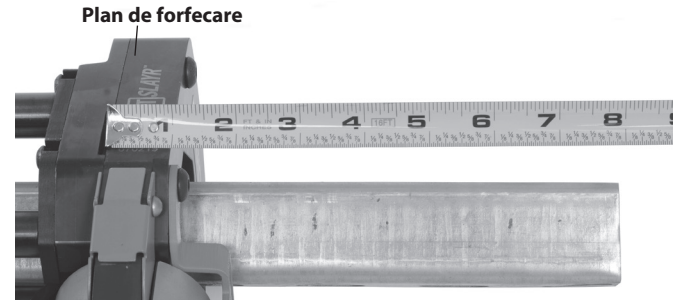

Figura 6A – Măsurarea lungimii barei
- a. Folosiți fanta pentru ruletă (localizată în planul foarfecii) (Figura 6A).